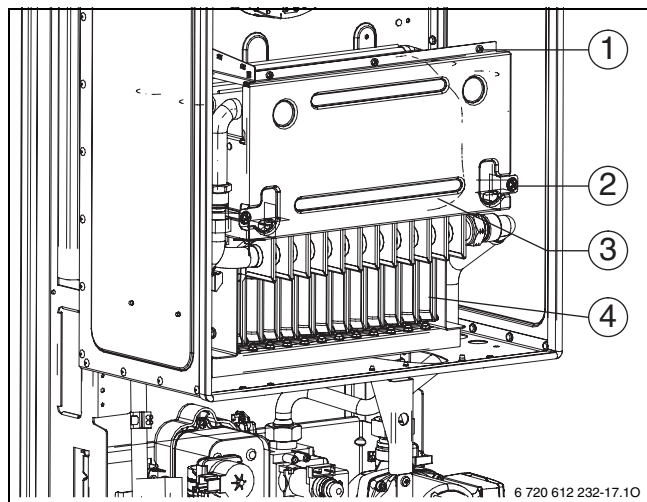

Fig. 48 Apertura del quemador
- Desmontar la parte delantera de la cámara de combustión y retirar el quemador (→ fig. 48).